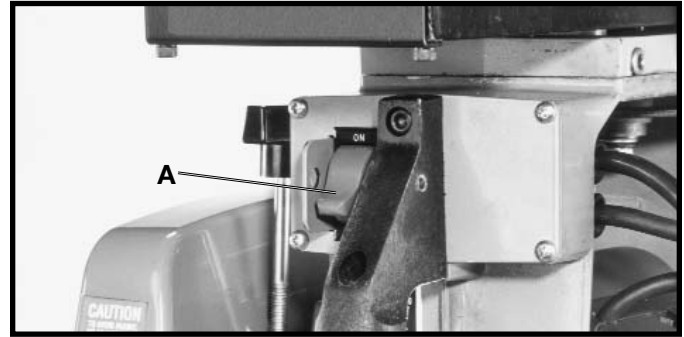

Fig. 56
La fig. 56 del interruptor con./desc. (A), está situada en el frente de la corte-cabeza. Para dar vuelta al ON. de la sierra mueva la fig. 56 del interruptor (A), hasta la posición del ON. Para dar vuelta al OFF. de la sierra mueva la fig. 56 del interruptor (A), abajo a la posición del OFF.